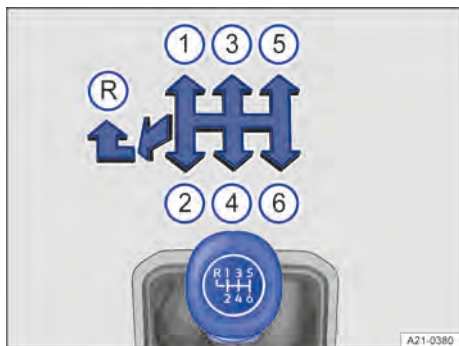

Abb. 105 Schaltschema des 6-Gang-Schaltgetriebes.
Auf dem Schalthebel sind die Positionen der einzelnen Gänge dargestellt → Abb. 105.
3. Schalthebel herunterdrücken und ganz nach links und dann nach vorn in die Rückwärtsgangposition schieben → Abb. 105 Ⓡ.